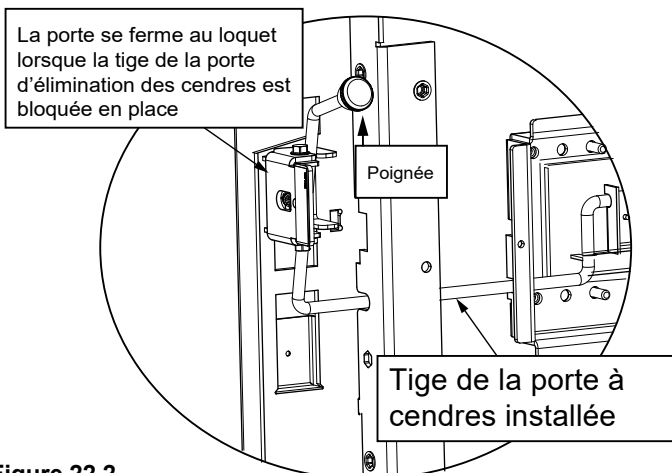

Figure 22.2
10. Ajoutez le bouton à la tige de la poignée (**Figure 22.2 à la page 22**).
- Ajoutez le bouton à la tige de la poignée (**Figure 22.2 à la page 22**).